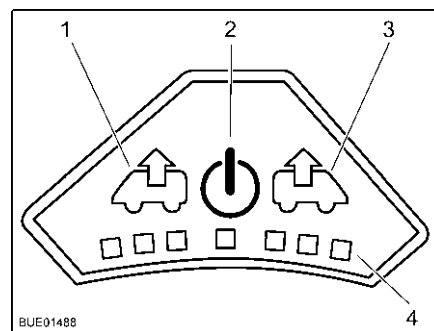

Fig. 117 Quadro comandi del ventilatore
- Premere il tasto On/Off (Fig. 117,2). Il ventilatore funziona in modalità comfort (sfiato al numero di giri minimi del ventilatore).
- Per aumentare il numero di giri del ventilatore: Premere il tasto Sfiato (Fig. 117,1). Il numero di giri del ventilatore aumenta di uno stadio in direzione sfiato. I LED (Fig. 117,4) indicano gli stadi di commutazione.
- Per ridurre il numero di giri del ventilatore: Premere il tasto Aerazione (Fig. 117,3). Il numero di giri del ventilatore si riduce di uno stadio.
- Per aumentare il numero di giri del ventilatore: Premere il tasto Aerazione (Fig. 117,3). Il numero di giri del ventilatore aumenta di uno stadio in direzione aerazione. I LED (Fig. 117,4) indicano gli stadi di commutazione.
- Per ridurre il numero di giri del ventilatore: Premere il tasto Sfiato (Fig. 117,1). Il numero di giri del ventilatore si riduce di uno stadio.
- Premere il tasto On/Off (Fig. 117,2). Il ventilatore si ferma, i LED si spengono.